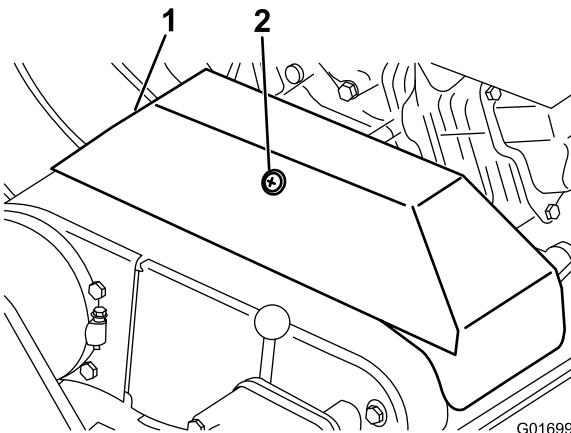

図 39
3. Vベルトカバーを固定しているリテーナをゆるめて、カバーを開ける図 39。